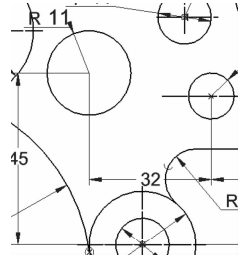

图 6-165 标注尺寸
(31) 单击【主页】选项卡【尺寸】区域下的  【智能尺寸】按钮，标注刚才放置的圆的尺寸，并单击上方菜单栏的  【半径】选项，放置在合适位置，并标注该圆到右侧圆心的距离为 32mm、到下侧圆心的距离为 45mm，如图 6-165 所示。